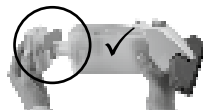

Imagen 12:
- Cargue la batería al acabar de trabajar. Cierre el depósito antes del siguiente uso presionando la tapa hasta que encaje en el depósito. Tenga cuidado de colocar la tapa en la posición correcta (ver imagen 12).